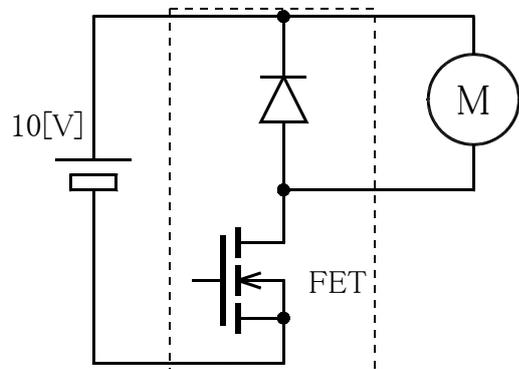

図2 基本となるスイッチング回路
(1) 図2に示すスイッチング回路によりモータに電力を供給する。MOS-FETがオンで、モータには $4.0[A]$ の電流が流れていたとすると、回路(破線内)の損失 $[W]$ と、効率 $[\%]$ を求めよ。
(2) MOS-FETをOFFにした直後、モータには $4.0[A]$ の電流が流れ続けようとする。
このときの電流の経路を図2に輪状の矢印で書き込むと同時に、回路の損失 $[W]$ を求めよ。